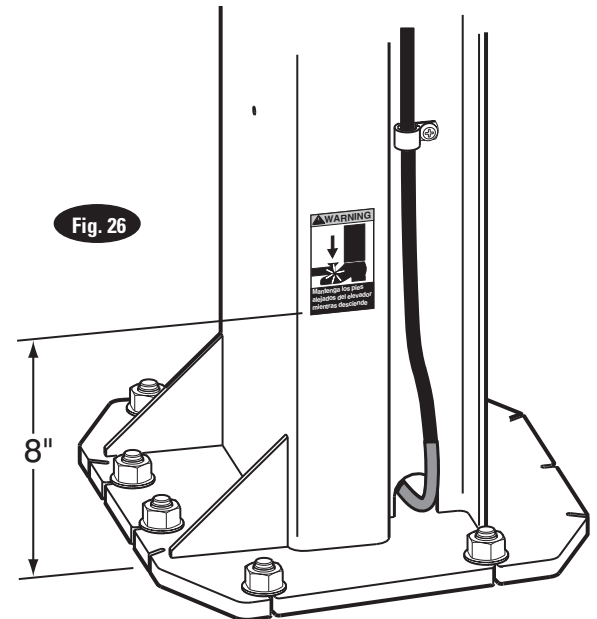

Fig. 26
24. Ubicación de la Calcomanía del Punto de Sujeción: Instale las calcomanías adjuntas del punto de sujeción. Coloque (1) calcomanía en cada columna, Fig. 26. Las calcomanías de ADVERTENCIA deben estar a un mínimo de 8" del fondo de la calcomanía al piso.